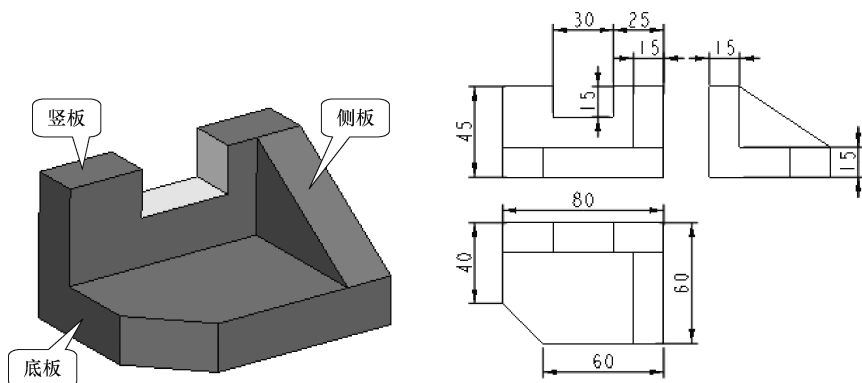

图 4-48 立体模型和工程图
【例 4-2】 按照尺寸要求创建如图 4-48 所示的立体模型。
(14) 单击【草绘器工具】工具栏中的【完成】按钮 , 接受草绘图形, 进入几何预览模式。在图形区拉伸深度尺寸数字双击鼠标左键, 在出现的组合框输入尺寸“15”, 按〈Enter〉键或单击鼠标中键确认。
(15) 在图形区拖动鼠标中键进行预览, 无误后单击控制区【应用】按钮  完成模型侧板特征的创建, 最后模型即图 4-48 中所示的立体模型。
(16) 保存文件并关闭窗口, 拭除不显示的模型。